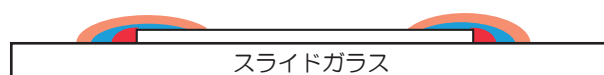

図4 シールを塗り重ねる
- (10) ラベルを貼る。(アザミウマ編: 本誌第113号を参照)
- (11) ホイヤー氏液が固まったら (40 ~ 50℃で3 ~ 7日間)、カバーガラスの周囲をシール剤でシールする。シールは2回以上塗り重ねる。1回目はカバーガラスとスライドガラスの境界を埋めるように塗り、2回目以降は乾燥後に直前のシールを覆うように塗り重ねる (図4)。